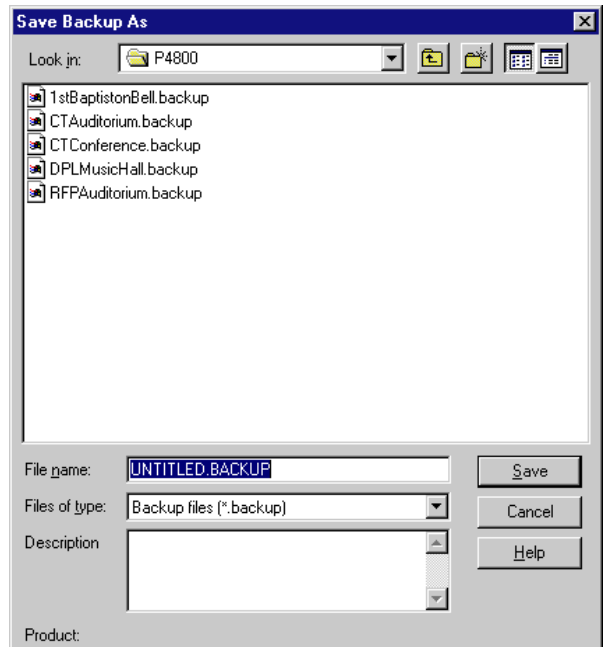

Abbildung 22 - Dialogfeld „Save Backup As“
7. Das Dialogfeld „Save Backup As“ (Datensicherung speichern unter) wird eingeblendet, wie unten rechts in Abbildung 22 dargestellt.
2. Das Dialogfeld „Open Backup“ (Datensicherung öffnen) ähnlich dem Dialogfeld „Save Backup“, das rechts in Abbildung 22 dargestellt ist, wird eingeblendet.